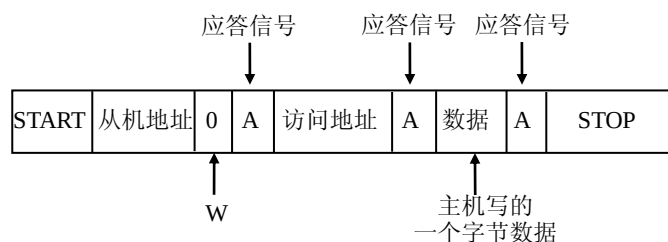

Figure 16-7 主机向从机写数据
如 Figure 16-7 所示，主机要向从机写 1 个字节数据时，主机首先产生 START 信号，然后紧跟着发送一个从机地址，这个地址共有 7 位，紧接着的第 8 位是数据方向位 (R/W)，0 表示主机发送数据 (写)，1 表示主机接收数据 (读)，这时候主机等待从机的应答信号 (A)，当主机收到应答信号时，发送要访问的地址，继续等待从机的应答信号，当主机收到应答信号时，发送 1 个字节的数据，继续等待从机的应答信号，当主机收到应答信号时，产生停止信号，结束传送过程。
如 Figure 16-7 所示，主机要从从机读 1 个字节数据时，主机首先产生 START 信号，然后紧跟着发送一个从机地址，注意此时该地址的第 8 位为 0，表明是向从机写命令，这时候主机等待从机的应答信号 (A)，当主机收到应答信号时，发送要访问的地址，继续等待从机的应答信号，当主机收到应答信号后，主机要改变通信模式（主机将由发送变为接收，从机将由接收变为发送）所以主机发送重新开始信号，然后紧跟着发送一个从机地址，注意此时该地址的第 8 位为 1，表明将主机设置成接收模式开始读取数据，这时候主机等待从机的应答信号，当主机收到应答信号时，就可以接收 1 个字节的数据，当接收完成后，主机发送非应答信号，表示不在接收数据，主机进而产生停止信号，结束传送过程。